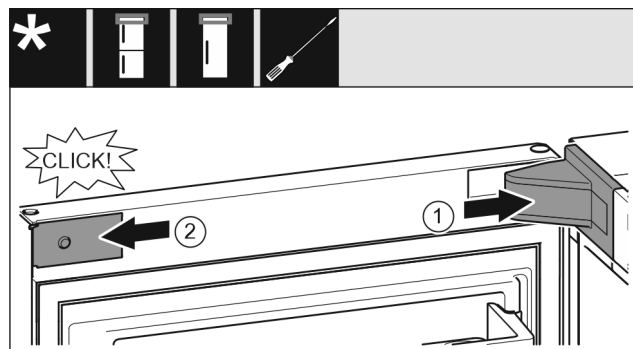

Fig. 28
- Vendosni kapakun mbulues të bazamentit mbështetës Fig. 28 (1) dhe mbërthejeni në vend, duke i ndarë nga njëri-tjetri nëse nevojitet.
- Vendosni panelin mbulues Fig. 28 (2) anash dhe mbërthejeni në vend.